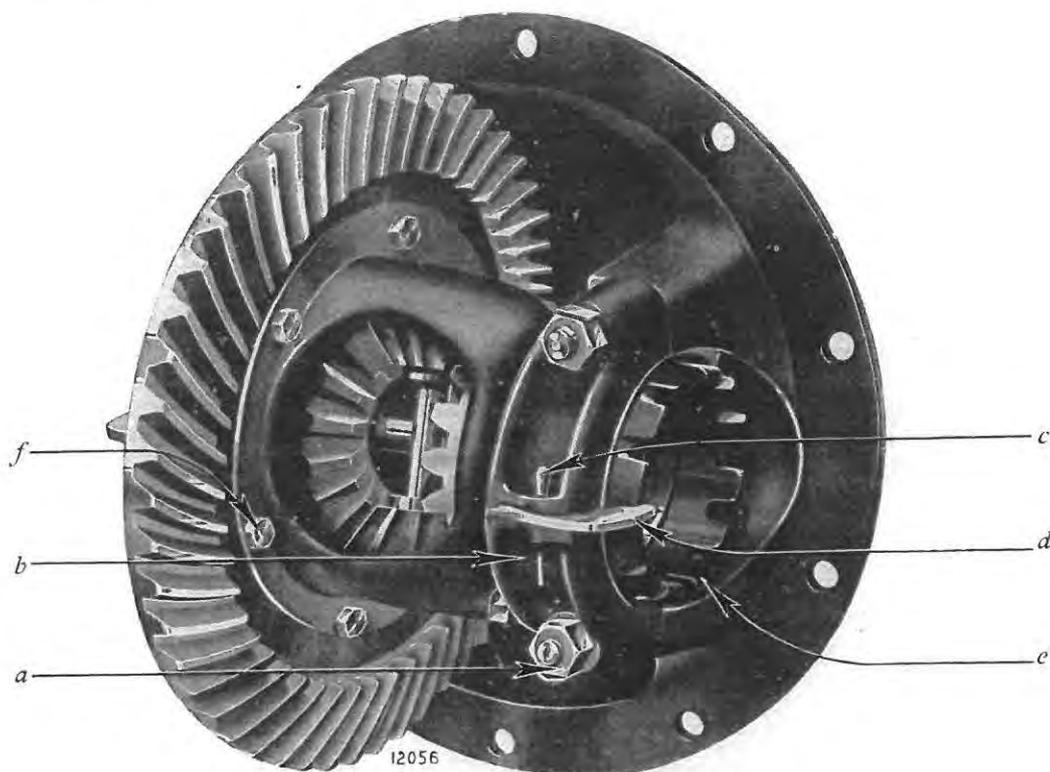
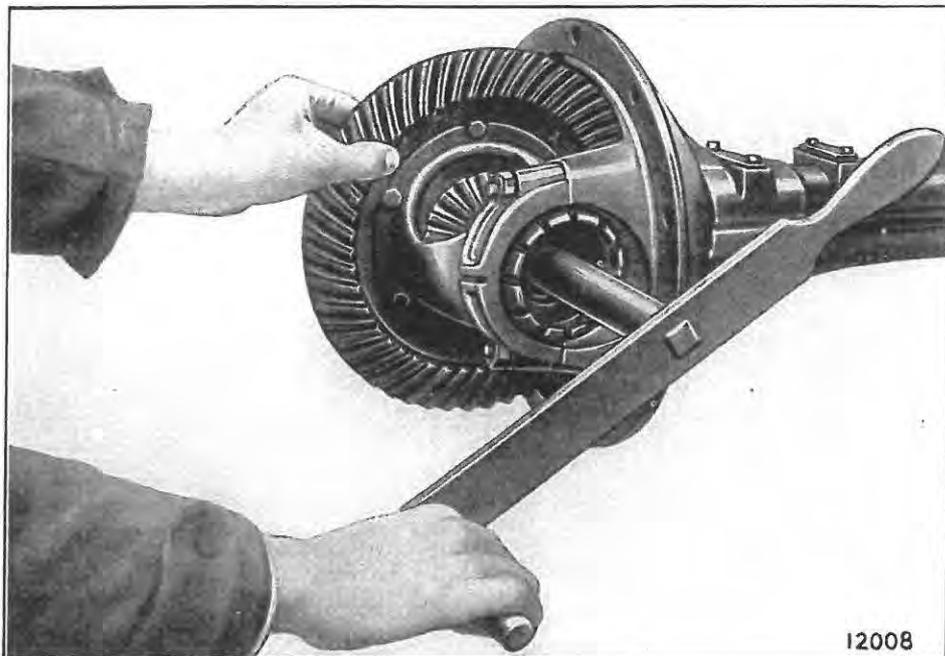

Fig. 64. — Remontage du différentiel.
Fig. 65. — Réglage du couple conique d'essieu arrière.
3. **Mettre en place l'arbre de transmission et le différentiel (fig. 64).**
4. **Régler le couple conique (fig. 64 et fig. 65).**
- a) Enduire de rouge les dentures, faire tourner le pignon sur la roue pour vérifier la portée (fig. 65).